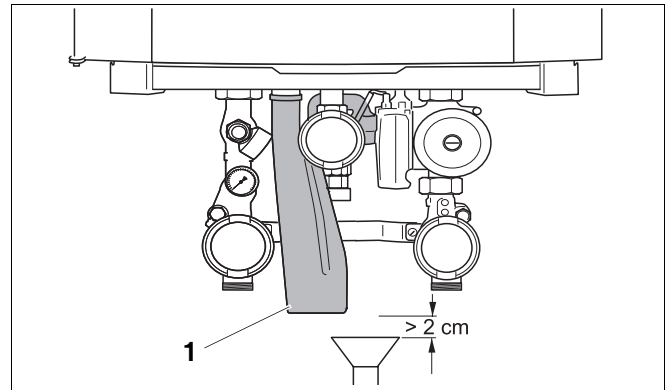

Fig. 11 Montering af vandlås
- Monter vandlåsen (fig. 11, **pos. 1**) ved tilslutningen til kondensatudløbet (AKO).